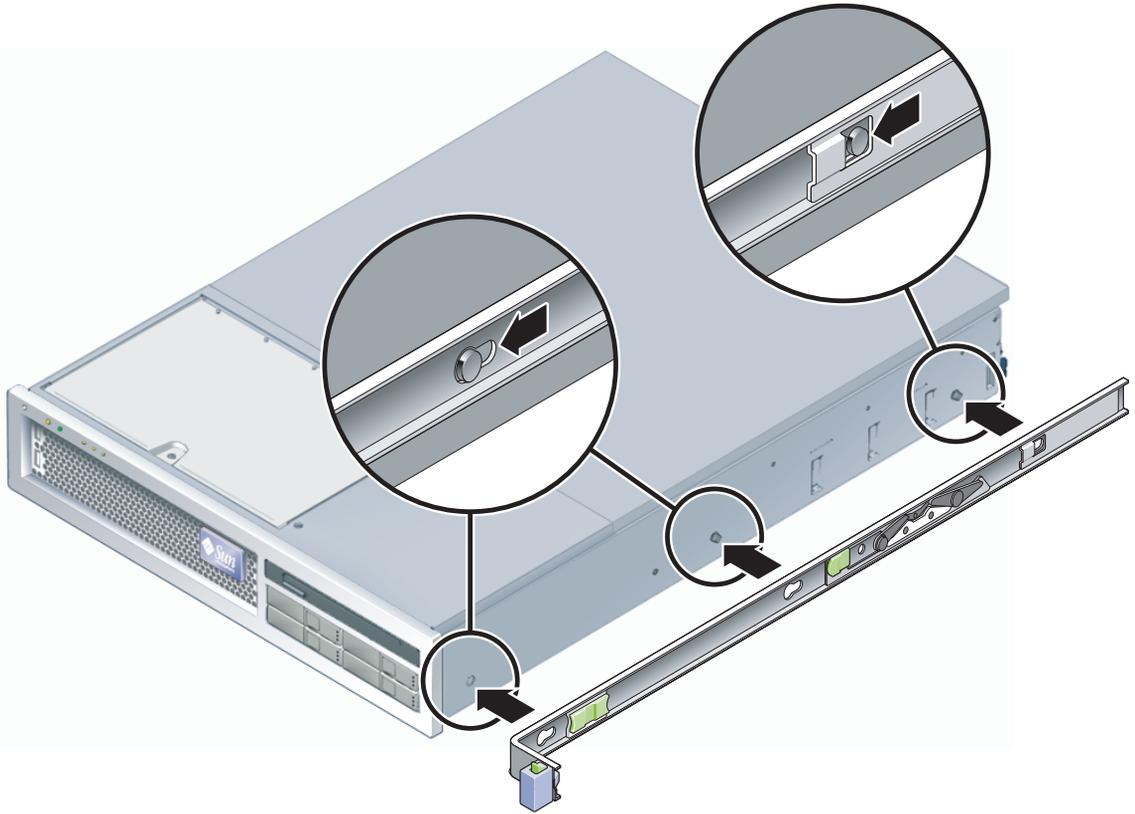

FIGURA 2-4 Instalación del soporte de montaje en la carcasa
- a. **Coloque el soporte contra la carcasa (FIGURA 2-4) de forma que el botón de bloqueo de las guías quede en la parte frontal y los tres taladros del soporte queden alineados con las tres clavijas que hay en el lateral de la carcasa.**
- c. Asegúrese de que las tres clavijas hayan quedado aprisionadas en los taladros del soporte y que la clavija situada en la parte posterior haya quedado enganchada en el punto de bloqueo del soporte, según se ilustra en la FIGURA 2-4